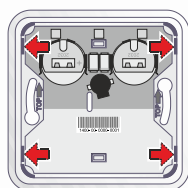

Fig. 2b
- Soltar a parte inferior da caixa exercendo pressão nas 4 patilhas localizadas nos cantos, conforme indicado na Fig. 2b. Para isso, utilizar uma chave de fendas num ângulo inferior a 45°.
- Introduzir a parte do meio na parte inferior de forma a que as quatro patilhas encaixem devidamente, conforme indicado na Fig. 2b.